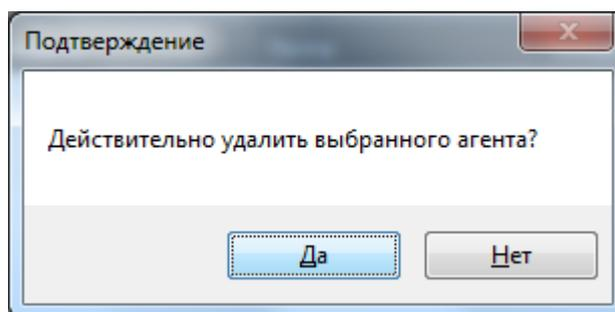

Рисунок 32
- Подтвердите удаление в открывшемся диалоговом окне(рис.32).